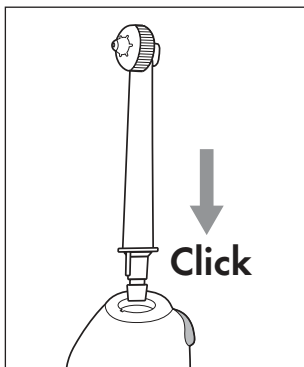

Fig. 2
- ♦ Coloque el cabezal **2** sobre la pieza manual **4**. Presione el cabezal **2** para que se introduzca en el orificio hasta que el cabezal **2** encastre audiblemente en la pieza manual **4**. Para ello, asegúrese de que el saliente del extremo inferior del cabezal **2** y el alojamiento correspondiente de la pieza manual **4** estén bien posicionados (consulte la fig. 2).